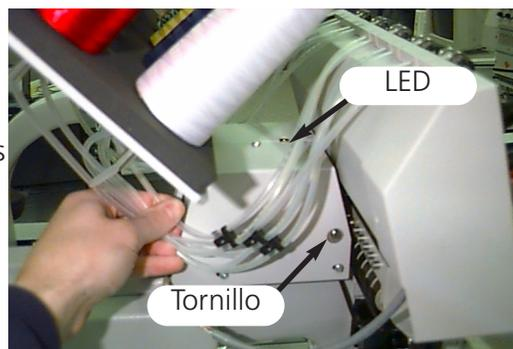

Figura 1-21
5. Localicen el tornillo Cambio de Color (se trata del tornillo de cabeza embutida con ranuras). En la EMT 10T F1, este se encuentra en la parte izquierda de la cabeza (mirando la parte frontal de la máquina), detrás del alojamiento de las agujas. En la EMT 10/4 y en la 10/4T se encuentra en la parte derecha de la cabeza #1 (mirando la parte frontal de la máquina), detrás del alojamiento de las agujas. La Figura 1-21 presenta su posición en la EMT 10T F1. El LED y el tornillo se encuentran en las mismas posiciones detrás de la cabeza #1 en una EMT 10/4 o sea 10/4T.
6. Hay una luz de LED detrás del conjunto del tensor principal, en cima del alojamiento de la cabeza de bordado. Vean la Figura 1-21. Cuando la luz está encendida, el alojamiento de las agujas está FUERA DEL INDICE DE COLOR. Giren el tornillo, a la izquierda o sea a la derecha, usando un destornillador estandar, hasta que la luz se apaga.